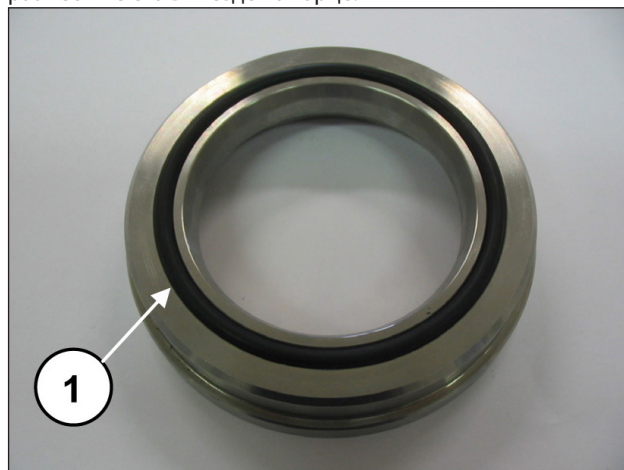

Рис. 204
Теперь установите на кольцо уплотнений КС торца уплотнительное кольцо O-ring (поз.①, Рис. 204) и разместите его в гнезде на торце.